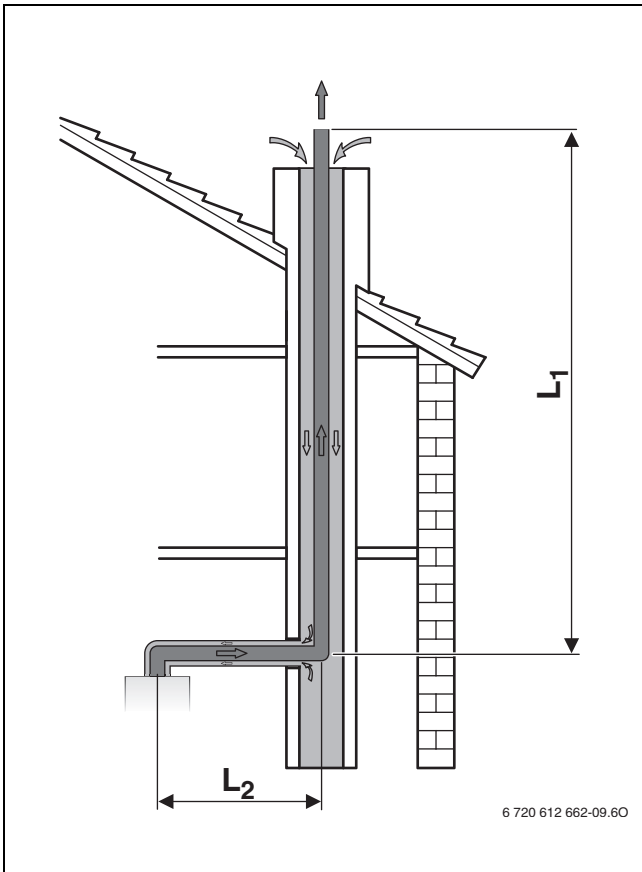

Fig. 11 Evacuación de gases en chimenea según C₉₃
- Si la entrada de aire de combustión a través de la chimenea se produce a contracorriente (→ fig. 11), la chimenea debe limpiarse.